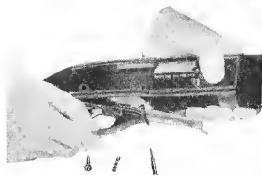

Fig. 12
- Armare il cane con la mano, quindi tenendo premuto lo svincolo (fig. 12) con il pollice sinistro, procedere inversamente alle operazioni « per togliere il sottoguardia ».